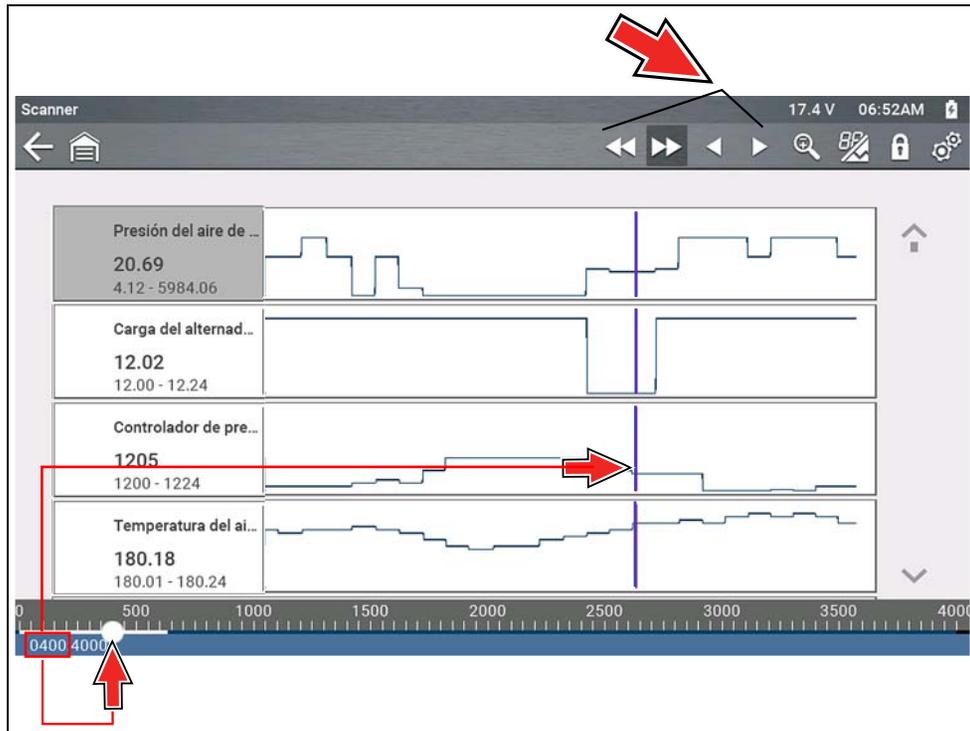

Figura 4-21
3. En la vista de gráfico, use los iconos de control para moverse por los datos (Figura 4-21).
El cursor azul (vertical) (Figura 4-21) muestra su posición en los datos y se indica mediante el valor de posición actual (Figura 4-21) en la pantalla del contador. El cursor se muestra en todos los Identificador del parámetro.